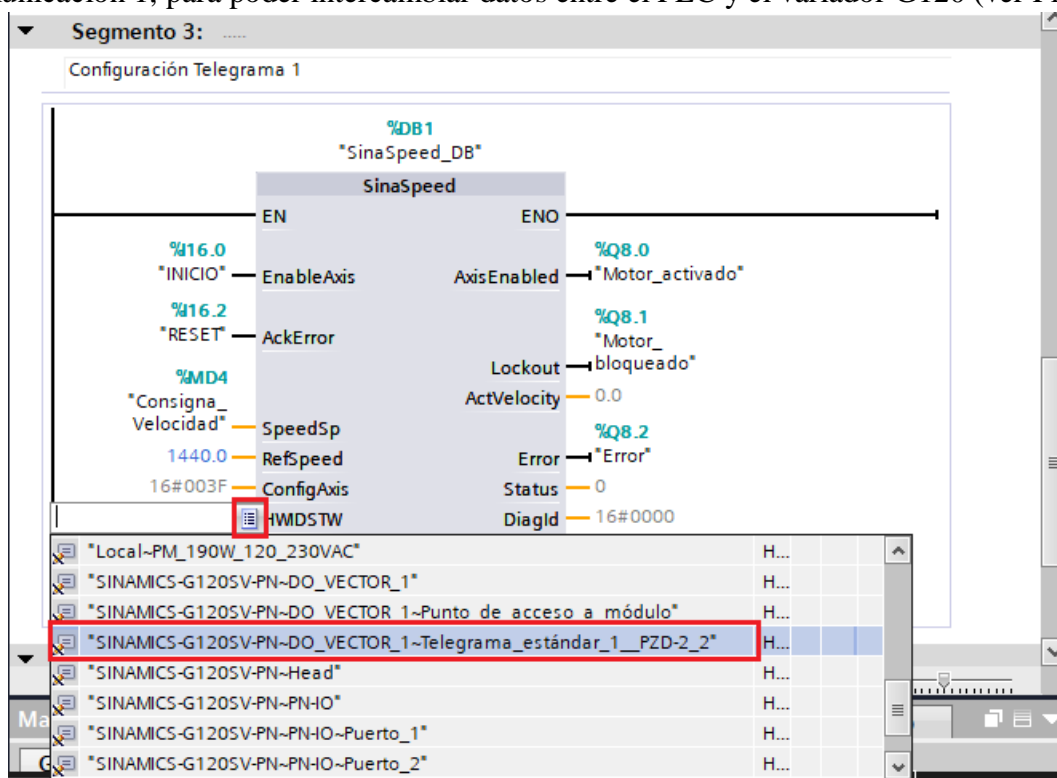

Figura 35. Configuración telegrama 1
- Para las entradas “HWDSTW” y “HWDZSW” se debe seleccionar el telegrama de comunicación 1, para poder intercambiar datos entre el PLC y el variador G120 (ver Figura 35).